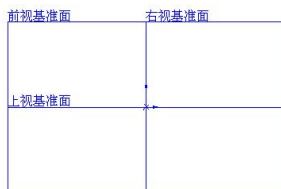

图 2-4 系统默认基准面
(1) 生成新文件。单击【标准】工具栏中的【新建】按钮或选择【文件】|【新建】菜单命令，打开【新建 SolidWorks 文件】对话框，单击【零件】图标，然后单击【确定】按钮。
(2) 进入草图绘制状态。选择基准面或某一平面，单击【草图】工具栏中的【草图绘制】按钮或选择【插入】|【草图绘制】菜单命令，也可用鼠标右键单击【特征管理器设计树】中的草图或零件的图标，在弹出的菜单中选择【编辑草图】命令。
(3) 选择基准面。进入草图绘制后，此时绘图区域出现如图 2-4 所示的系统默认基准面，系统要求选择基准面。选择的第一个草图基准面决定零件的方位。默认情况下，新草图在前视基准面中打开。也可在【特征管理器设计树】或图形区域选择任意平面作为草图绘制的平面，单击【视图】工具栏中的【视图定向】按钮，在弹出的菜单中选择【正视于】命令，将视图切换至指定平面的法线方向。